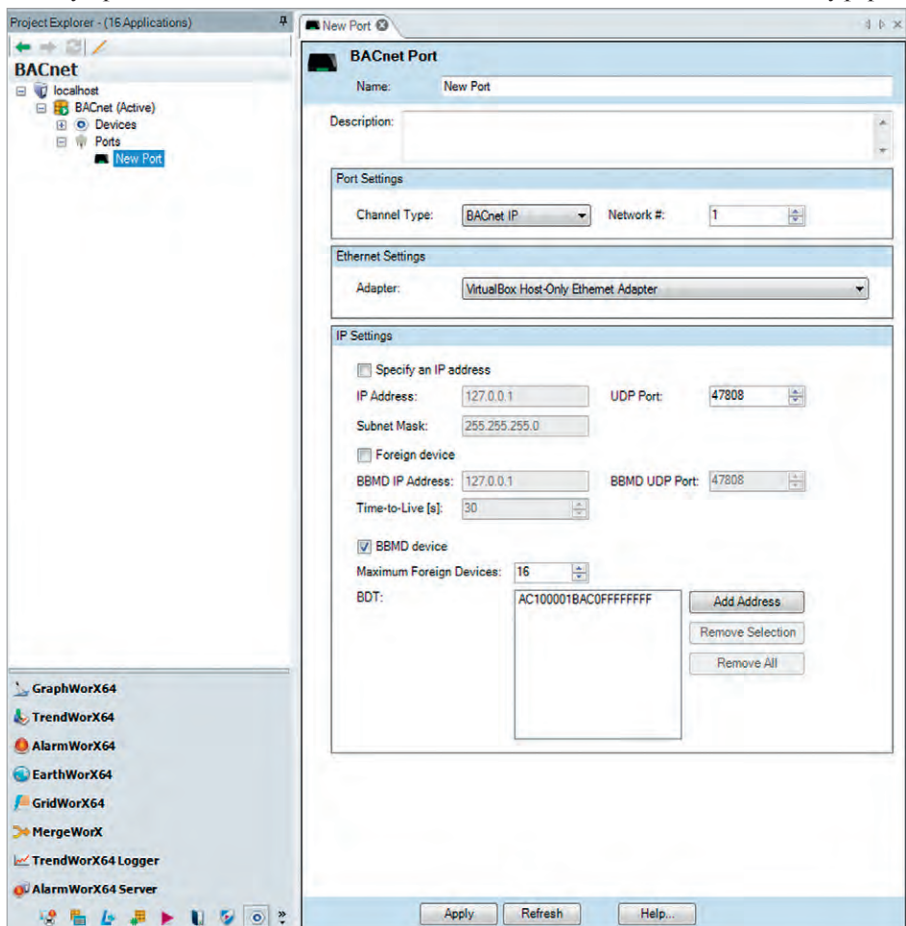

Рис. 5. Добавление BBMD-устройств в Workbench
9. Добавьте адреса BDT к списку — нажмите кнопку *Add Address* (рис. 5) и, используя диалоговое окно, добавьте все устройства BBMD во всех сегмен-